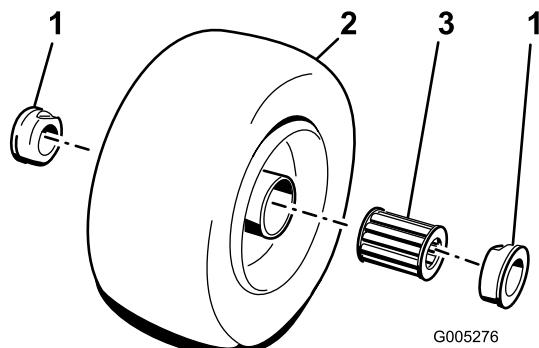

Figura 19
- Retire um dos rolamentos exteriores do cubo da roda e deixe cair o rolamento interno (Figura 19). Retire o rolamento do lado oposto ao do cubo da roda.